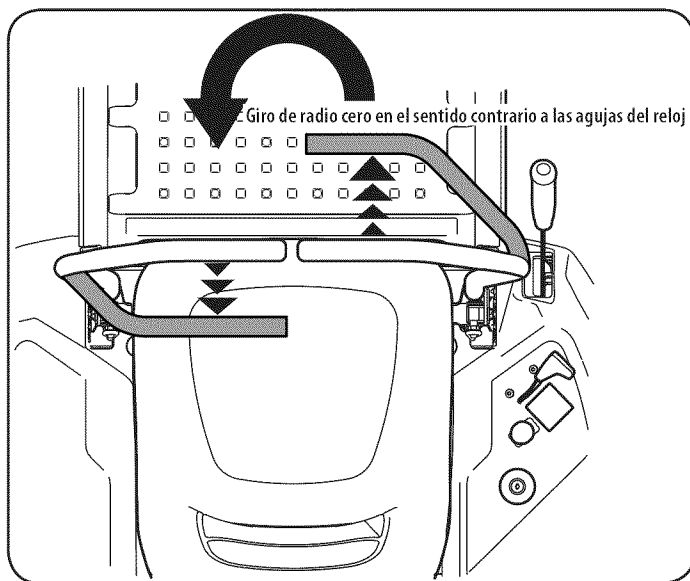

Figura 21
3. Para girar en sentido contrario a las agujas del reloj, mueva la palanca de control del lado derecho hacia adelante mientras mueve simultáneamente la palanca de control izquierda hacia atrás. Vea la Figura 21.